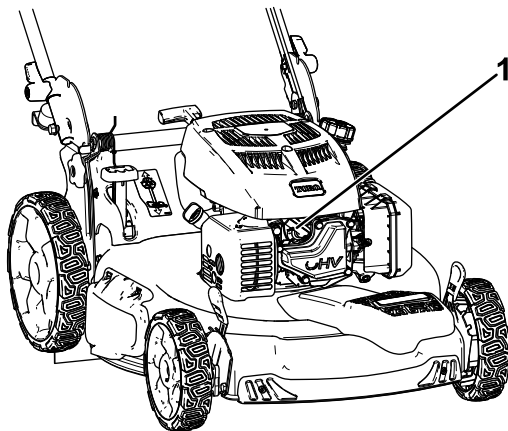

Bild 23
2. Ziehen Sie den Kerzenstecker von der Zündkerze ab (Bild 23).